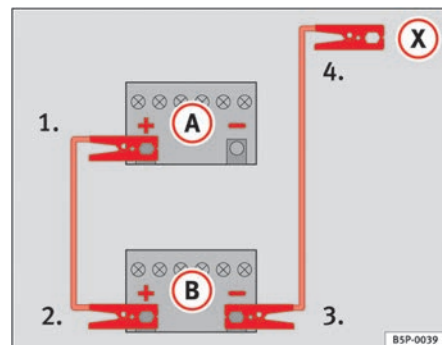

Fig. 202 Esquema de conexión de los cables de emergencia
En la ⇒ fig. 202 **A** representa a la batería sin carga y **B** a la batería con carga.
- 1. Emborne un extremo del cable de emergencia rojo al polo positivo ⇒ fig. 202 (+) del vehículo con la batería descargada ⇒ ⚠.
- 4. Emborne el otro extremo del cable negro de emergencia (X) a una pieza de metal maciza unida al bloque motor o al mismo bloque motor del vehículo con la batería descargada, lo más alejado posible de la batería ⇒ ⚠.